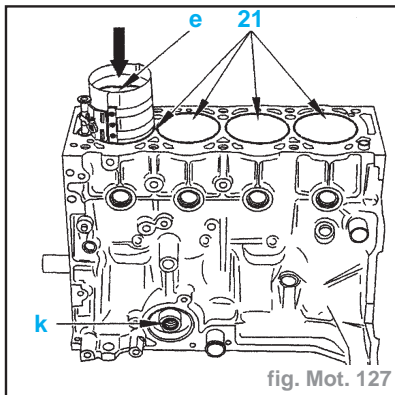

fig. Mot. 127
- Monter les demi-coussinets (20) sur les bielles (19).
- les cylindres (21) (fig. Mot. 127)